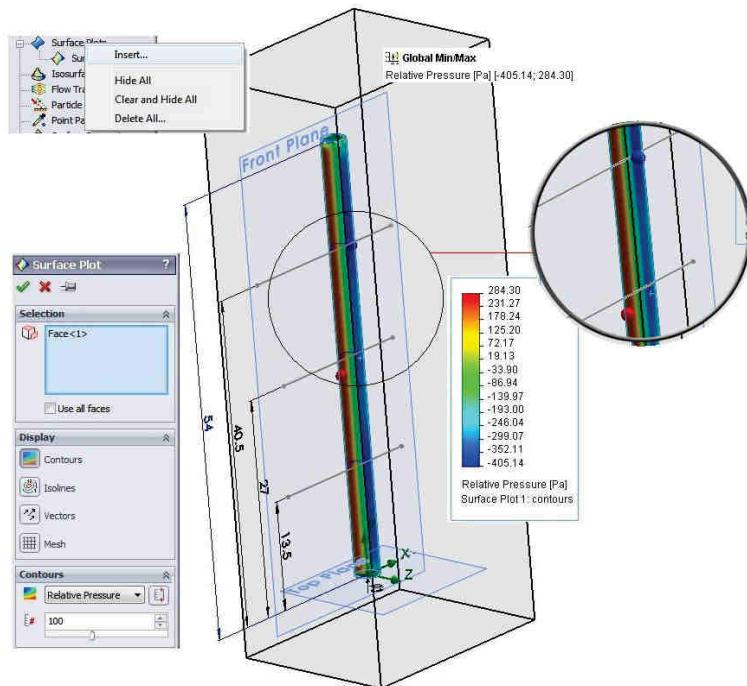

Fig. 14.14
- Click dreapta pe icoana **Surface Plots** și selectează opțiunea **Insert**. Va apărea fereastra **Surface Plot**, fig. 14.14.
- Right-click the **Surface Plots** icon and select **Insert**. The **Surface Plot** dialog box appears, fig. 14.14.